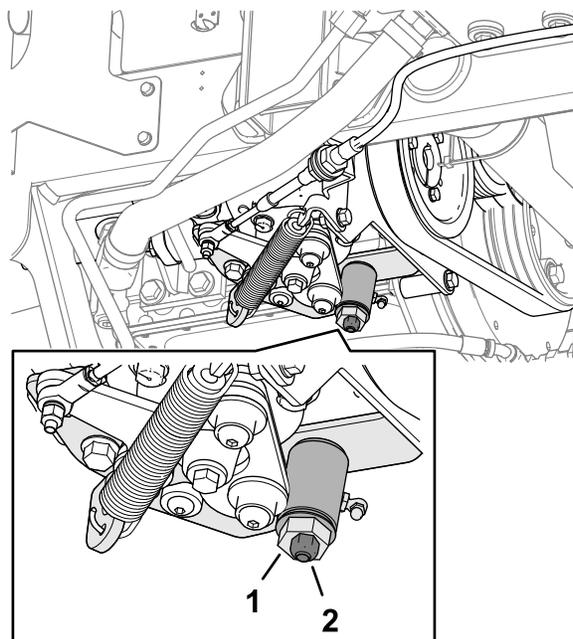

Figure 72
3. Desserrez le contre-écrou de la came de réglage de transmission (Figure 72).